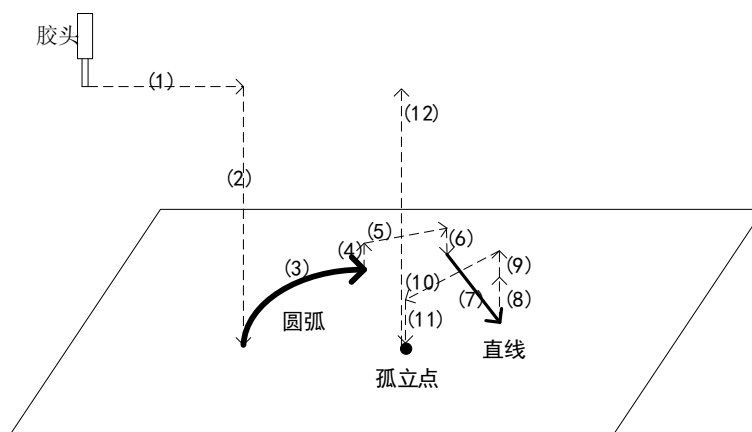

图 3-6 加工过程示意图
加工速度	开胶涂某一段轨迹时的速度。(图 3-6 的 (3)，(7) 过程)
空移速度	关胶在图形上方之间 XY 运动的速度。(图 3-6 的 (1) (5) (10) 过程)
Z 轴速度	定位到图形起点和图形加工完 Z 轴上抬均属于 Z 轴速度。(图 3-6 的 (2) (4) (6) (9) (11) (12))